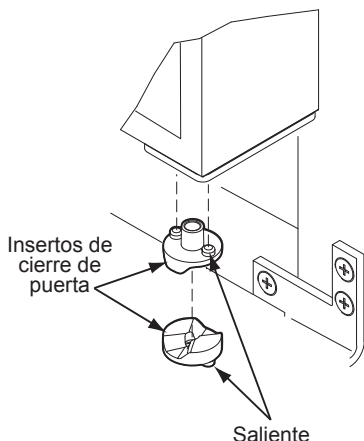

Figura 3
- 5 Una vez completado el ajuste, retire los cierres de la puerta de la bisagra inferior, limpie a fondo y aplique vaselina a las superficies coincidentes de los cierres (Figura 3). Asegúrese de que los salientes de los cierres se alinean con los orificios de la bisagra y la placa de bisagra. Monté la puerta instale el pin de pivote de la bisagra superior.